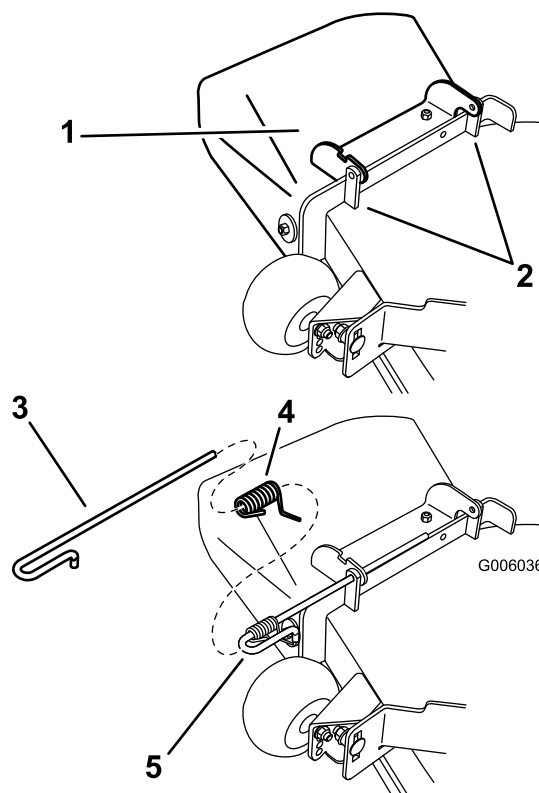

Figure 50
- Désengagez le ressort du cran dans le support de déflecteur et sortez la tige des supports soudés du tablier, du ressort et de du déflecteur d'éjection (Figure 50). Enlevez le déflecteur s'il est endommagé ou usé.
- Positionnez le nouvel ensemble déflecteur d'éjection en plaçant les extrémités du support entre les supports soudés du tablier, comme illustré à la Figure 50.